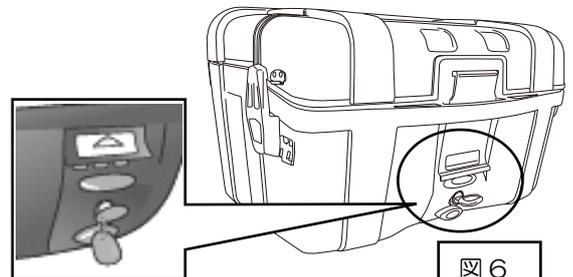

図6
2. ①ケースを閉じる
2-1. ①ケースのシリンダーに②キーを差し込み、右(3時方向)に回した状態でフタを閉じます。(図6参照)
- 図6のフラップ断面図を参照し、必ずフラップ上端のツメを①ケースの溝に掛け、しっかりとロックしてください。